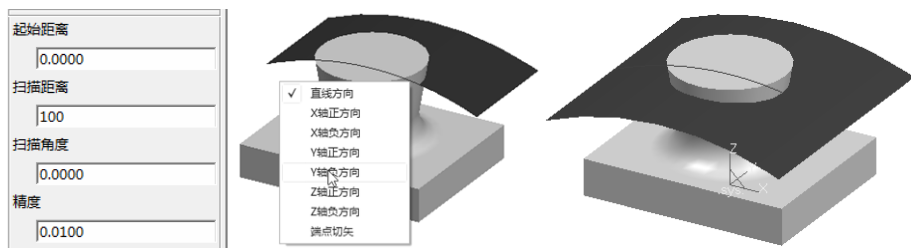

图 8-251 创建扫描曲面
2) 选择下拉菜单“造型”→“曲面生成”→“扫描面”命令，或者单击“曲面生成栏”工具栏上的“扫描面”按钮, 填入起始距离、扫描距离、扫描角度和精度等参数，按空格键弹出矢量工具，选择“Y 轴负方向”为扫描方向，依次拾取上一步所创建曲线，扫描面生成，如图 8-251 所示。